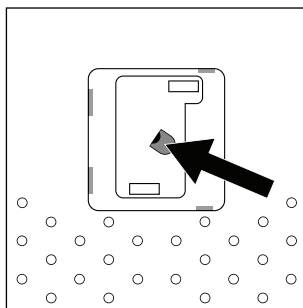

Fig. 2
3. A lente do sensor de partículas está localizada do lado esquerdo (ver fig. 2). Limpe-a com um cotonete seco ou com um pano macio seco.